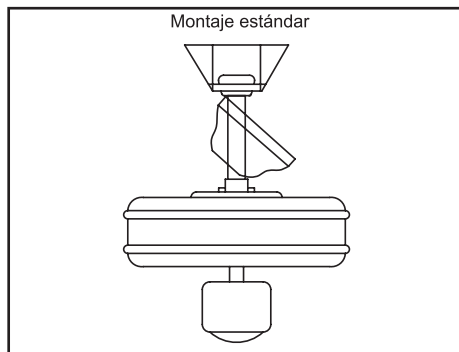

Figura 6
4. Con cuidado alza el ventilador hasta la placa de montaje. Si usas el montaje cerca del techo, cuelga el ventilador del gancho suministrado usando uno de los orificios en el borde exterior de la cubierta de techo (Figura 6). Coloca la bola de soporte en el casquillo de la placa de montaje. Asegúrate de que la pestaña sobre el casquillo de soporte de montaje encaje bien dentro de la ranura de la bola de soporte. (Figura 6).
EL GANCHO COMO SE MUESTRA EN LA FIGURA 6 SOLAMENTE ES PARA SOSTENER EL VENTILADOR MIENTRAS SE CONECTAN LOS CABLES. SI NO SE CUELGA COMO SE MUESTRA EN LA FIGURA 6, PUEDE ROMPERSE EL GANCHO, Y EL VENTILADOR SE CAERÁ. EL GANCHO DEBE PASAR DESDE ADENTRO HACIA FUERA DE LA CUBIERTA.